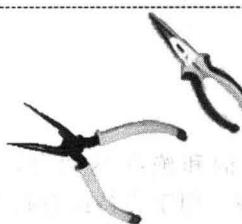

图 1-4 尖嘴钳
② 尖嘴钳 钳柄上套有额定电压 500V 的绝缘套管，是电工（尤其是内线电工）、仪表及电讯器材等装配及修理工作常用工具之一，如图 1-4 所示。可使用带刃口的尖嘴钳剪断细小金属丝；也可使用它夹持较小的螺钉、垫圈、导线等元件；还可以在装接控制线路板时，使用尖嘴钳将单股导线弯成一定圆弧的接线圈，剥塑料绝缘层等。能在较狭小的工作空间操作，不带刃口者只能进行夹捏工作，带刃口者能剪切细小零件。